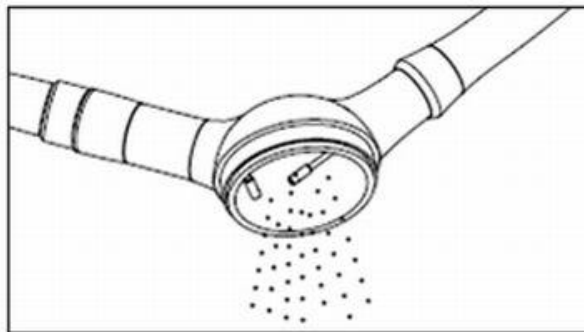

Рис. 4
1) Откройте колпачок контейнера порошка и удалите остатки очищающего порошка. (Рис. 4)